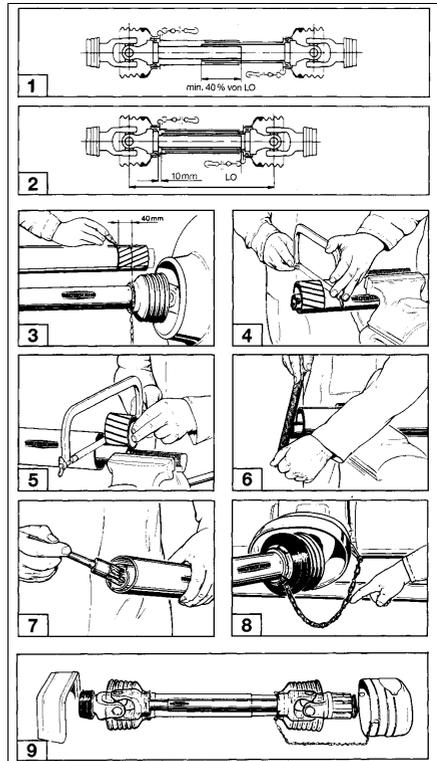

Fig. 28
**Gelenkwelle beim ersten Anbau entsprechend Fig. 28/6 an Schlepper anpassen. Da diese Anpassung nur für diesen Schleppertyp gilt, Gelenkwellenanpassung beim Schleppertypwechsel überprüfen bzw. wiederholen.**
Nach Abstellen des Streuers Gelenkwelle in Fanghaken (Fig. 28/3) einlegen.